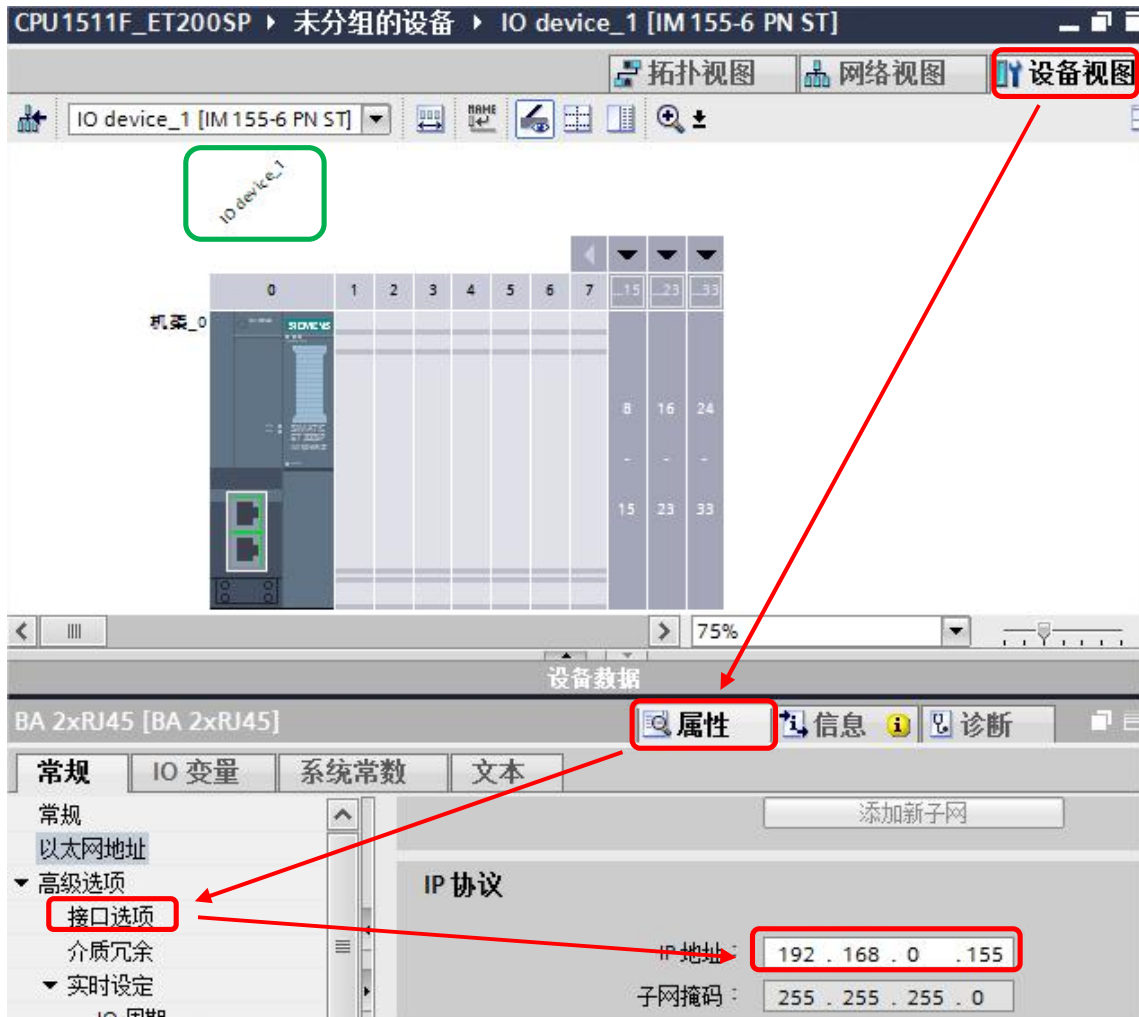
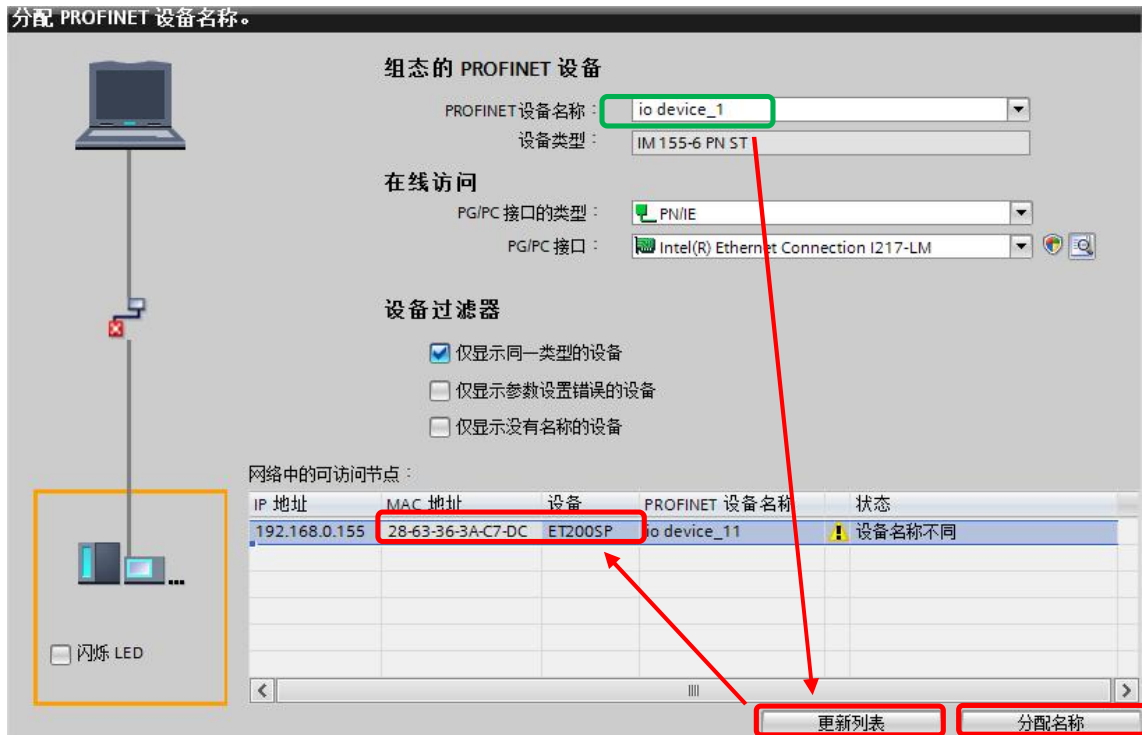

图 2-8 分配 IM155-6 PN ST 的 IP 地址
图 2-14 分配设备名称前
- 6) 为 IM155-6 PN 分配 IP 地址，首先在上图中双击 IM155 站点进入设备视图，在属性页面中点击“以太网地址”选项，在右侧页面中修改 IP 地址为“192.168.0.155”，如图 2-8 所示。（绿色方框中的名称作为后面章节要用到的 ET200SP 站 Device Name）
在弹出的新对话框中选择待分配的设备名称“io device_1”（图 2-8 中绿色方框为 IM151-3PN 的设备名称），点击“更新列表”按钮，然后选中目标设备的 MAC 地址，点击“分配名称”按钮即可，如图 2-14/15 所示。